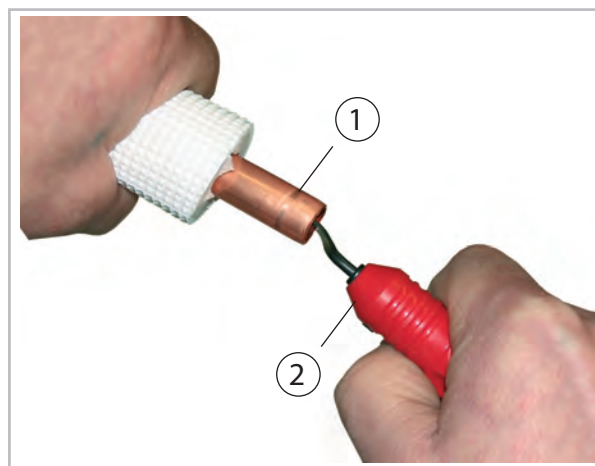
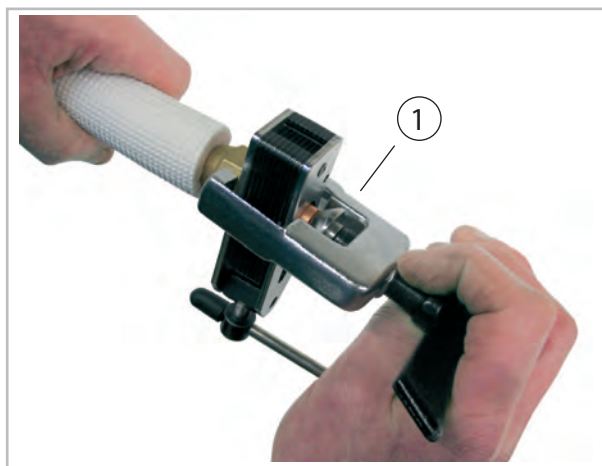

Fig. 27: Ébavurage de la conduite de frigorigène
Fig. 28: Sertissage de la conduite de frigorigène
8. ➤ Traitez les conduites de frigorigène posées comme indiqué ci-après (Voir la Fig. 27 et Voir la Fig. 28).